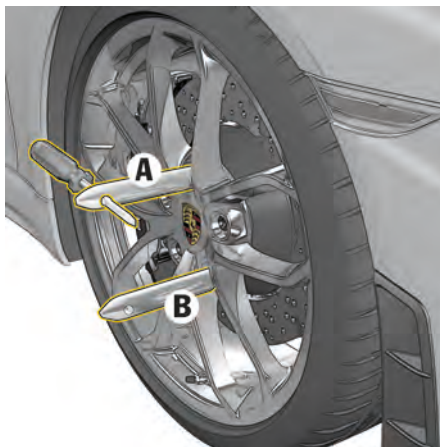

図 111：アッセンブリ・エイド
1. PCCB 非装備車：ホイール ボルト **A** を取り外してください (図 111)。
PCCB 装着車：ホイール ボルト **A** および **B** を取り外してください (図 111)。
2. 取り外したホイール ボルトの代わりに、ホイール取り付け補助工具 (図 111) をねじ込んでください。